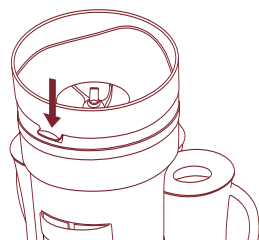

Figure 2
2. Pour enlever le **réservoir à glaçons**, pressez son bouton de dégagement (figure 2). Levez l'arrière du réservoir puis sortez-le. La palette et la trémie seront ainsi à découvert.